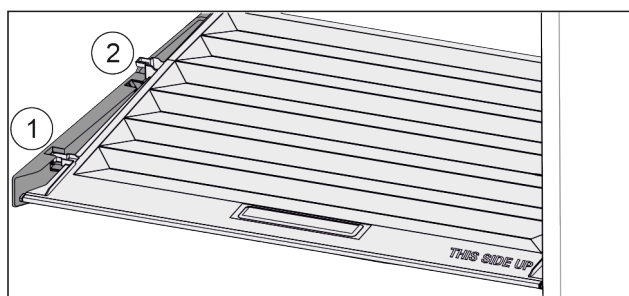

Fig. 35
- Trekk dekslet til åpningen i holdedelene fremover Fig. 35 (1).
- Løft ut nede bak og ta opp og ut Fig. 35 (2).